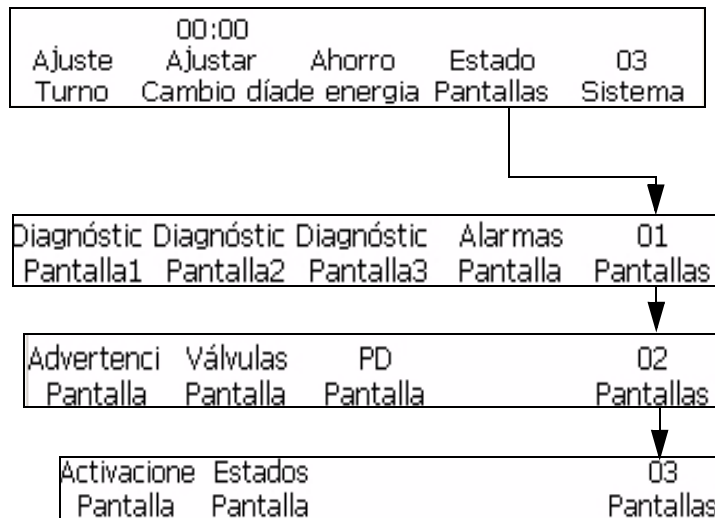

Figura 4-28: Marco <Estados Pantalla>
- 1 Desplácese hasta el marco <03 Sistema> (01 Edición > 02 Edición > 03 Edición > 04 Edición - Sistema Ajuste > 01 Sistema > 02 Sistema > 03 Sistema). Consulte la Figura 4-28.
- 2 Pulse la tecla F4 para seleccionar < Estado Pantallas>. Aparecerá el marco Estado de servicio en la pantalla (Figura 4-28). Vea las lecturas actuales que están arriba de los rótulos de este marco (los valores pueden varias según el estado de la impresora).